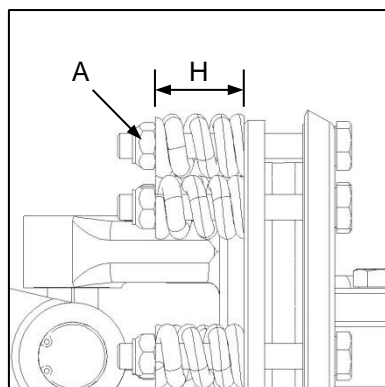

Fig. 5
- ✔ Release the pre-load on the friction clutch plates by loosening the nuts (Fig. 5-A) until the compression spring is just free to rotate by hand. Do not remove the nuts completely.
Following any maintenance or repair of the PTO friction clutch assembly the pre-load on the friction clutch plates must be adjusted to factory specifications. This is accomplished by adjusting the nuts (Fig. 5-A) to set the compressed spring length (Fig. 5-H).
- ✔ Ontspan die voorlas op die wrywingkoppelaarplate deur die moere los te draai (Fig. 5-A) totdat die drukveer net vry genoeg is om met die hand te draai. Moet die moere nie heeltemal verwyder nie.
Na instandhouding of herstel van die kragtakkeraswrywingkoppelaarmontering moet die voorlas op die koppelaarplate volgens fabriekspesifikasies verstel word. Dit word gedoen deur verstelling van die moere (Fig. 5-A) om die saamgeperste veer se lengte te stel (Fig. 5-H).